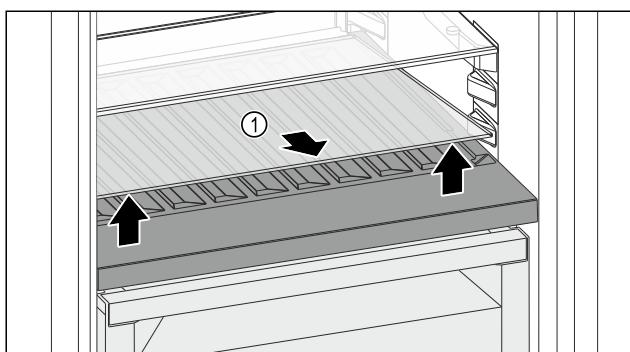

Fig. 96
- Glasplatte Fig. 96 (1) an der Aussparung vorne anheben und herausnehmen.
► Glasplatte Fig. 96 (1) außerhalb des Geräts sicher aufbewahren.